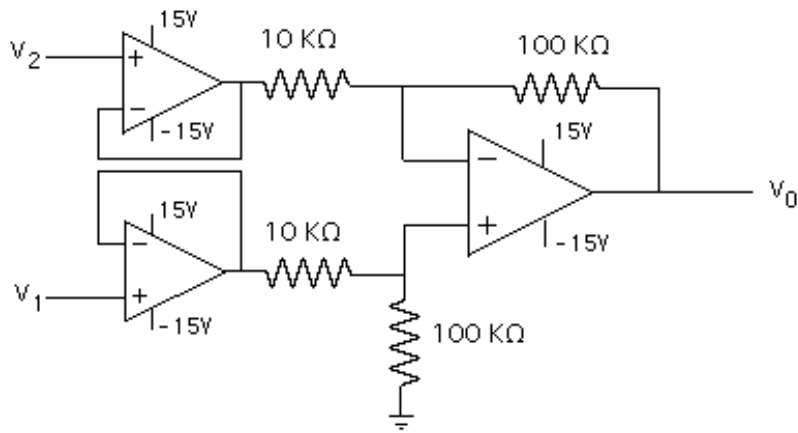

Figura 2.- Amplificador diferencial de instrumentación simple
- 9.- Para el circuito mostrado en la Figura 2 (Amplificador diferencial de instrumentación simple), explique la razón para conectar los seguidores de voltaje a cada una de las entradas del circuito anterior.
12.- Monte el circuito de la figura 2 y compruebe primero la operación de los seguidores de voltaje por separado y luego la operación de todo el circuito, aplicando señales DC a ambas entradas de los seguidores de voltaje y comprobando que la salida presenta el voltaje esperado.